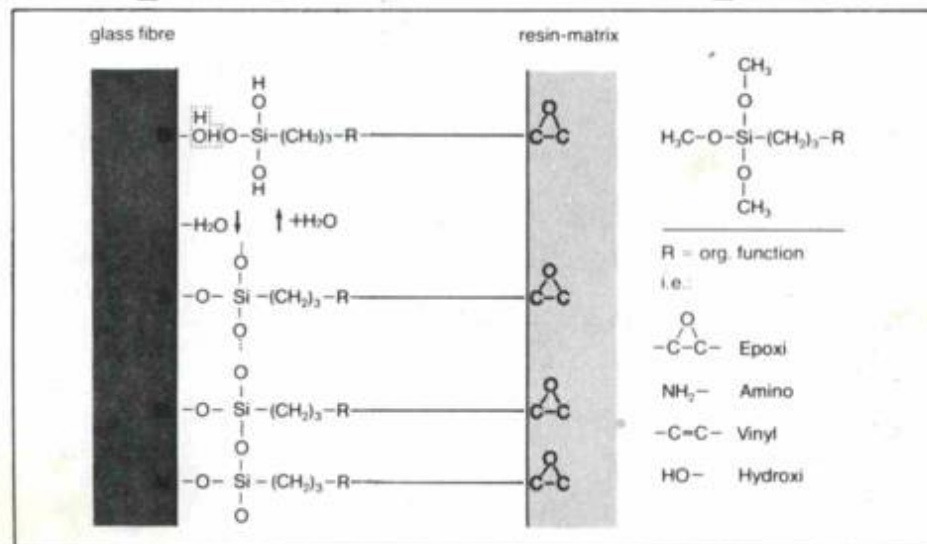

Fig. 6
As fibras de vidro no material base tem um depósito que melhora a humectação pela resina epoxy líquida/viscosa. Este passo é imprescindível para obter uma boa aderência sem inclusão de gases pela prensa combinando resina e vidro. A Fig. 6 mostra esquematicamente a estrutura deste finish (13). Ele consiste de um metoxisilano da estrutura indicada que tem um "R" como elo final que apresenta uma reatividade
A flecha dupla da Fig. 6 indica que a ponte M-O-Si é reversível, sendo destruída por ácido clorídrico assim eliminando a aderência com a fibra de vidro. O ácido clorídrico penetra nos capilares, carregando cristais de paládio para den-